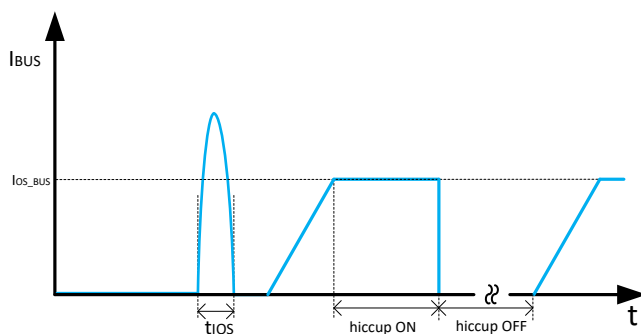

図 10-5. バス短絡に対する応答時間
- 1 つ目の状態は、デバイスに電源が供給されているか、またはイネーブルのときに、USB 出力に短絡、または過負荷が発生した場合です。突入電流が発生し、それにより約 8A のスレッシュホールドがトリガされると、高速ターンオフ回路が作動して、 t_{IOS_USB} 以内に USB パワー・スイッチがオフになり、電流制限制御ループが応答できるようになります (図 10-5 を参照)。高速ターンオフがトリガされると、この間、USB パワー・スイッチの電流センス・アンプはオーバードライブされ、内蔵の N チャネル MOSFET を瞬時にディセーブルして USB ポートをオフにします。その後、電流センス・アンプは復帰し、出力電流をソフトスタートでランプアップします。それでも USB ポートがまだ過電流状態にある場合、短絡と過負荷は出力をグランドに対しゼロ電位に保持し、パワー・スイッチは出力電流を I_{OS_BUS} にランプします。過電流制限状態が 4.1ms 以上続くと、対応の USB チャンネルは、オフ時間 524ms、オン時間 4.1ms のヒカップ・モードに入ります。